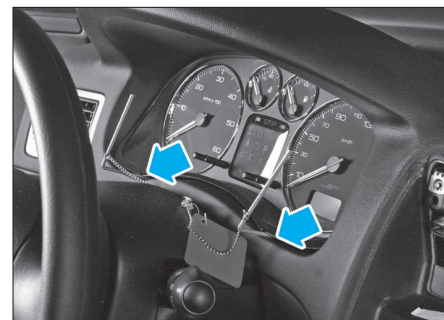

FIG. 28
- Extraire le combiné d'instruments de son logement en glissant, à travers les empreintes faites dans le transparent, les outils Peugeot Ref. 1212. L'insertion d'une fine cale plastique à cet endroit peut également faciliter l'extraction (Fig.28).